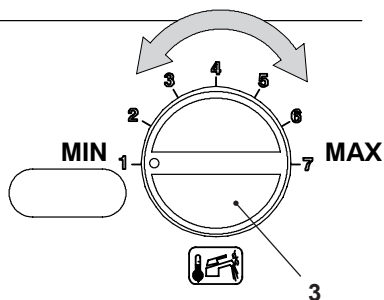

Fig. 7.12
- Ruotare la manopola regolazione temperatura sanitaria 3 indicata in Fig. 7.12 al minimo.